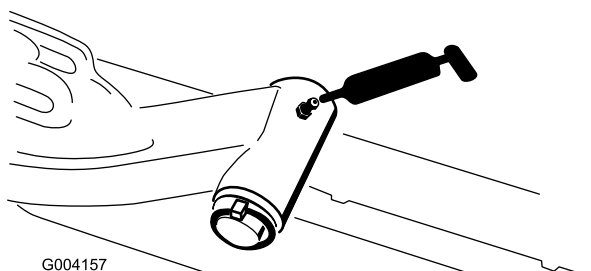

Figura 50
- Veio da articulação do braço de elevação (1 cada) (Figura 50)